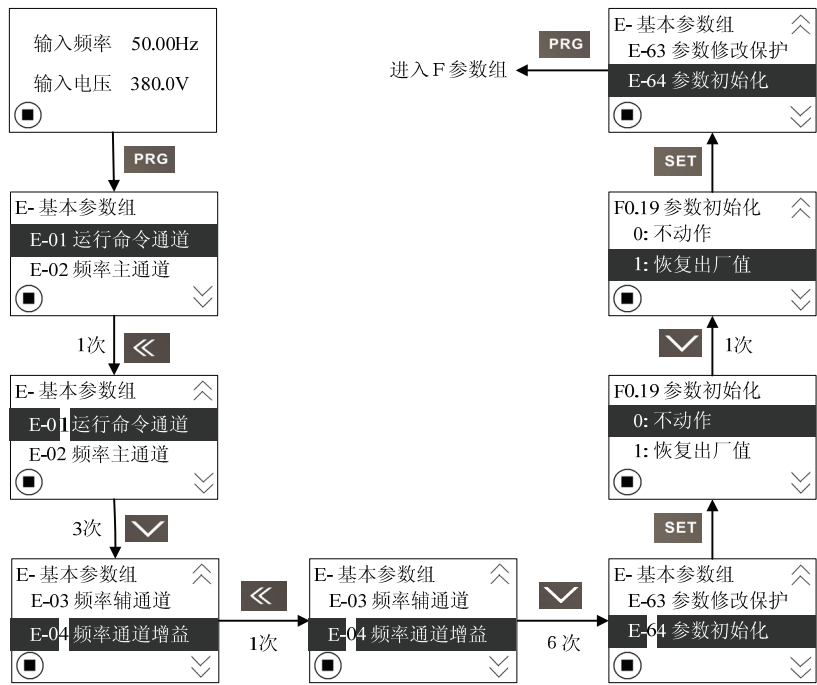

图 11 换行操作界面流程
(1) 换行操作界面流程：以功能代码 E-64 下参数初始化设定为例来介绍，设定 E-64 参数值为 1，就能完成参数初始化，具体操作如图 11 所示。